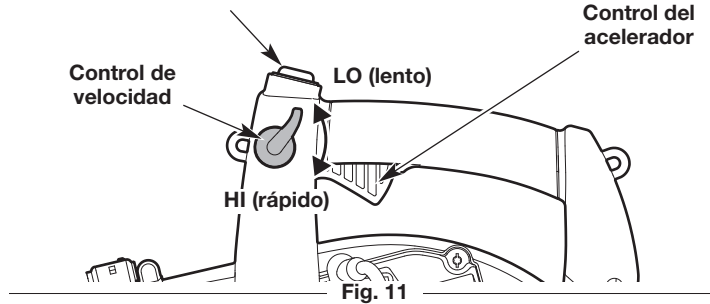

Fig. 11
**NOTA:** No es necesario encender la unidad. El interruptor de encendido/apagado está en la posición **Encendido (I)** en todo momento (Fig. 11).
2. Mueva el control de crucero a la posición **LO (lento)** (Fig. 11).
**NOTA:** Mantenga el control de crucero en posición **LO (lento)** y **NO presione el control del acelerador (Fig. 11)** hasta el paso 7.
7. Apriete y mantenga oprimido el control del acelerador o mueva el control de crucero a la posición **HI (rápido)** (Fig. 11).
2. Oprima y mantenga apretado el interruptor de encendido/apagado en la posición **Apagado (O)** hasta que el motor se pare por completo (Fig. 11).
**NOTA:** No hay necesidad de encender la unidad. El interruptor de Encendido/Apagado debe estar en la posición **Encendido (I)** en todo momento (Fig. 11).
**NOTA:** Mantenga el control de crucero en posición **LO (lento)** y **NO presione el control del acelerador (Fig. 11) hasta el paso 9.**
9. Apriete y mantenga oprimido el control del acelerador o mueva el control de crucero a la posición **HI (rápido)** (Fig. 11).
2. Oprima y no suelte el interruptor de control de encendido/apagado en la posición **Apagado (O)** hasta que el motor se detenga por completo (Fig. 11).
- Use el control de velocidad para facilitar la operación continua (Fig. 11).